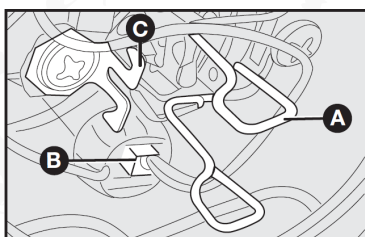

fig. 22
- 2) Suelte el conector B-fig. 22;
- 3) Apriete hacia abajo el elemento de fijación A-fig. 22, abriéndolo lateralmente para soltarlo del sujetador C-fig. 22;